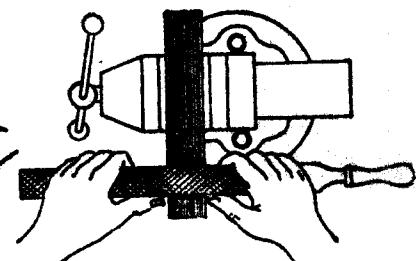

图 1-13 推锉
3. 推锉 当工件表面已锉平,加工余量很小时,为了提高表面光洁度和修正尺寸可用推锉方法(见图1-13)。